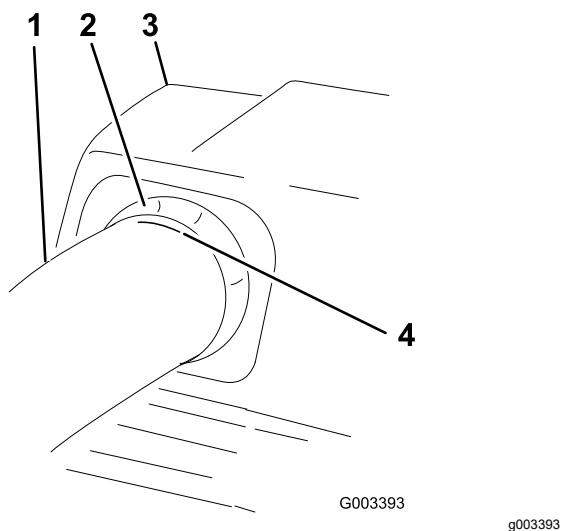

Figura 23
6. Una vez que obtenga la medida de 19 mm, marque el tubo superior en el exterior, en el punto donde sobresale el sello de goma (Figura 23).
Nota: Asegúrese de que la carcasa de corte está en la posición de altura de corte más baja y que la señal del tubo superior está colocada todavía contra el sello de goma sobresaliente. Compruebe que la marca hecha en Figura 23 está todavía en su lugar.